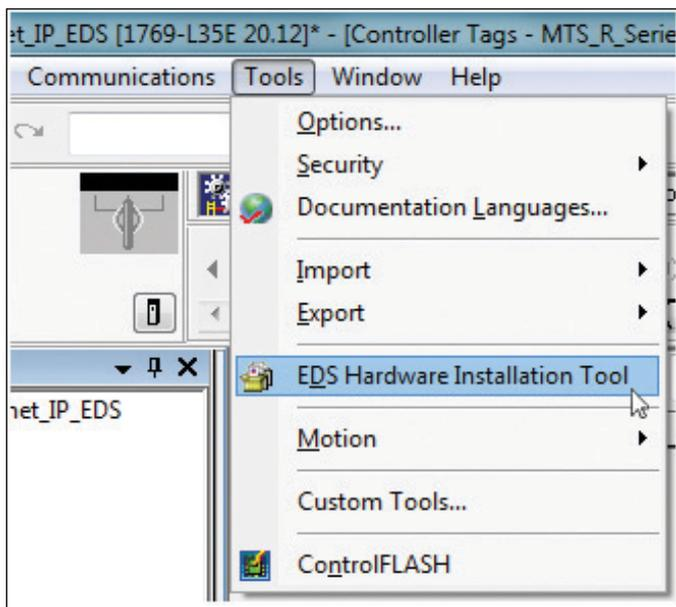

Abb. 87: „EDS Hardware Installation Tool“ anklicken
2. Klicken Sie unter dem Menü „Tools“ den Eintrag „EDS Hardware Installation Tool“ an (Abb. 87).